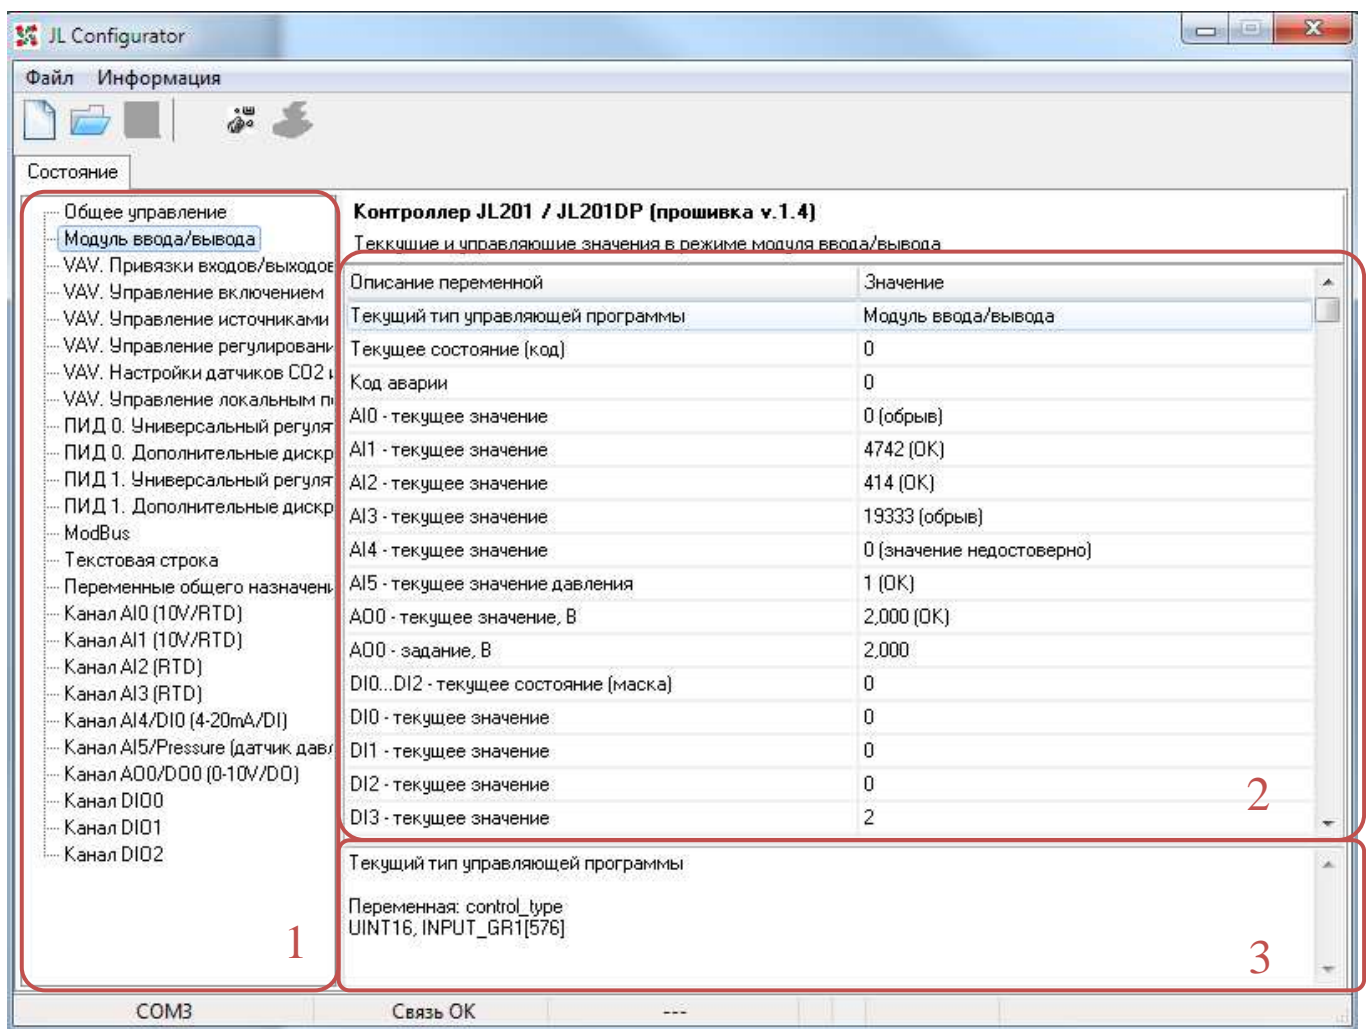

Рисунок 4 - Окно утилиты JLConfigurator
Модуль монтируется на панель, стену или другую плоскую поверхность. Расположение монтажных отверстий показано на чертеже (Рисунок 2Рисунок 4). Для доступа к монтажным отверстиям необходимо снять верхнюю прозрачную крышку.
связи утилиты с модулем необходимо нажать кнопку  , если подключение выполнилось, в статусной строке внизу утилиты отобразится надпись *Связь ОК*. В поле групп параметров (1) утилиты (рисунок 4) отобразятся группы, объединенные по категории ModBus-регистров модуля. При выборе каждой из категорий, в поле списка параметров (2) утилиты будет появляться набор параметров (соответствующих переменным ModBus-регистров). При выборе каждого из параметров будет отображаться пояснение в поле описания параметра (3) утилиты. В пояснении есть более подробное описание выбранного параметра, имя переменной на карте ModBus-регистров, ее тип, а также тип и адрес ModBus-регистра, в котором она лежит. Утилита JL Configurator позволяет как просматривать значения параметров, так и редактировать его значение, если параметр является настраиваемым (переменная ModBus лежит в области Holding-регистров). Для установки значения необходимо кликнуть два раза на нужном параметре. Если после установки значения нажата кнопка Enter или кнопка галочки возле поля редактирования, это значение сразу сохранится в памяти модуля.